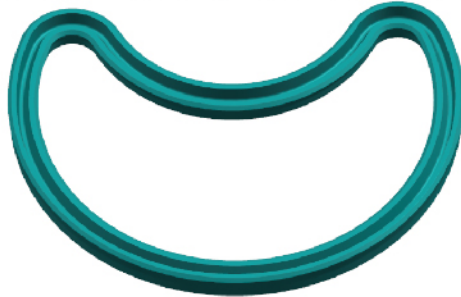

图1、密封件弯成心形
- ①、用手指使密封件变成心形（如图1所示），注意不要刮伤密封件。
- ②、装入装配槽中的密封件可能会出现些许翘曲，用手指或抹刀等进行校正。